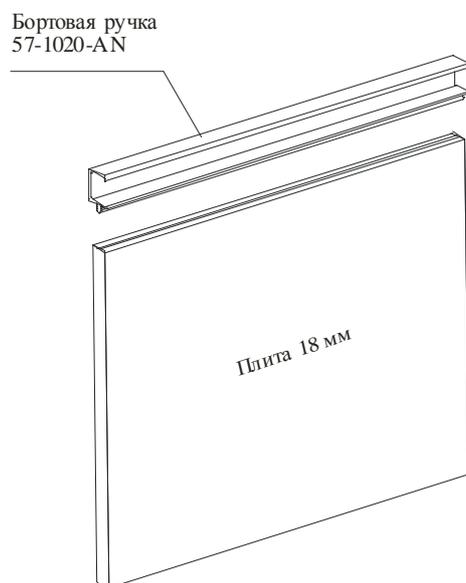
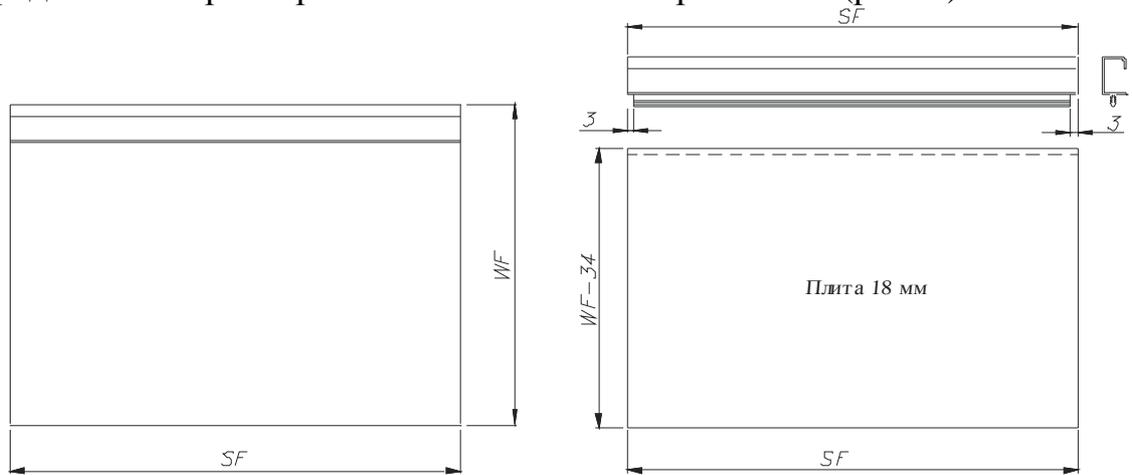

Рисунок 3
Рисунок 9
- III. Бортовой ручкой для плиты 18 мм (рис. 9, 9а, 9б).
На рис. 9 представлены размерные зависимости из варианта III (рис. 3).
Рисунок 9а
МОНТИРОВАТЬ ПО СТОРОНЕ Рисунок 9б